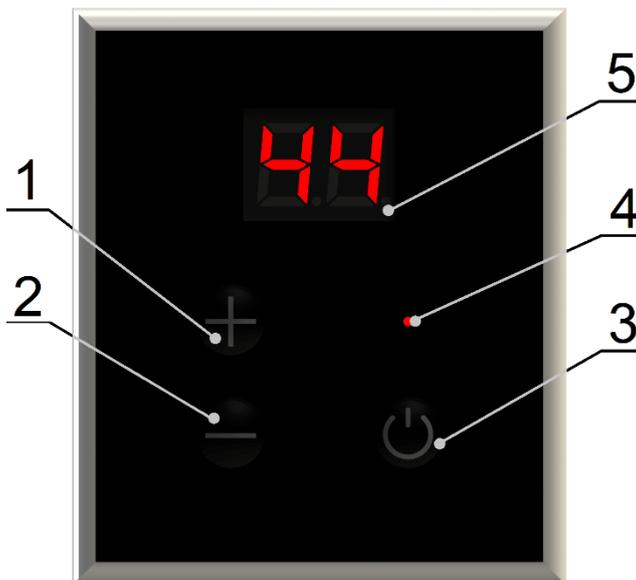

Рисунок 2. Панель управления аппарата
- открыть кран горячей воды и нажать кнопку  (см. рис. 2, стр. 7), при этом должны начаться искровые разряды между свечой и горелкой (если расход воды, проходящей через аппарат, будет не менее 2,5 л/мин), от искровых разрядов должна воспламениться горелка.
Температура горячей воды, выходящей из аппарата, отображается на цифровом дисплее панели управления (рис. 2). Также на дисплее при нажатии кнопок 1 или 2 отображается задаваемая пользователем температура горячей воды. Нажатие на кнопку 2 уменьшает задаваемую температуру, на кнопку 1 – увеличивает её. Температуру горячей воды можно задавать в пределах от 35 °C до 65 °C с шагом 1 °C. Через 2–3 с после прекращения нажатия на кнопки управления на дисплее отображается действительная температура горячей воды на выходе из аппарата.